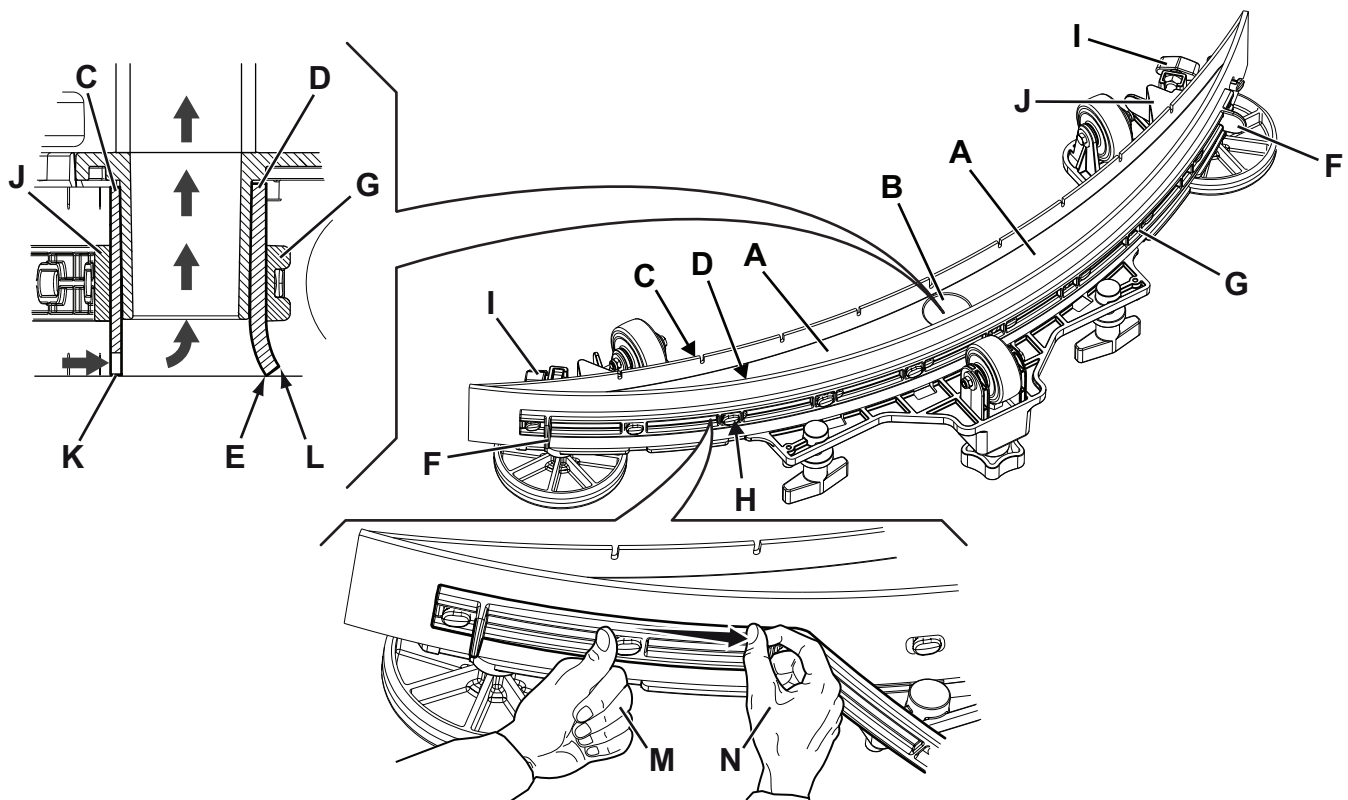

Abbildung 7
3. Sterngriffe (14) lösen und Sauglippe (29) abnehmen.
4. Sauglippe abspülen und reinigen. Besonders den Schmutz und Abfälle von den Räumen (A, Abb. 7) und der Öffnung (B) beseitigen. Überprüfen, ob der vordere (C) und der hintere Gummi (D) unversehrt sind und keine Schnitten oder Risse aufweisen, gegebenenfalls wie im folgenden Abschnitt beschrieben austauschen.
2. Überprüfen, ob der vordere (C, Abb. 7) und der hintere Gummi (D) unversehrt sind und keine Schnitten oder Risse aufweisen, gegebenenfalls wie folgt austauschen. Überprüfen, ob die Vorderkante (E) des hinteren Gummis verschlissen ist. Gegebenenfalls Gummi umdrehen und eine der drei unversehrten Kanten als Vorderkante verwenden. Wenn auch die anderen drei Kanten abgenutzt sind, das Gummi wie folgt ersetzen:
- Mit der Lasche (F) das elastische Band (G) aus den Haltevorrichtungen (H) nehmen und entfernen, dann den hinteren Gummi (D) auswechseln/umdrehen.
- Den hinteren Gummi in umgekehrter Reihenfolge des Ausbaus wieder einbauen. Das elastische Band (G) an den Haltevorrichtungen (H) ausgehend von einer Seite fixieren. Jeweils an die Haltevorrichtungen binden, indem das Band vor dem Halten mit einer Hand (M) blockiert wird und es mit der anderen Hand (N) gezogen wird, um das Fixieren zu erleichtern.
- Sterngriffe (I) aufdrehen, Band (J) abnehmen und vorderen Gummi (C) austauschen/umdrehen.
3. Sauglippe (29) montieren und Sterngriffe (14) festdrehen.
- Überprüfen, ob das Ende (K) des vorderen Gummis (C) und das Ende (L) des hinteren Gummis (D) wie in der Abbildung gezeigt aufliegen.
- Zur Einstellung den Knopf (15) verwenden.